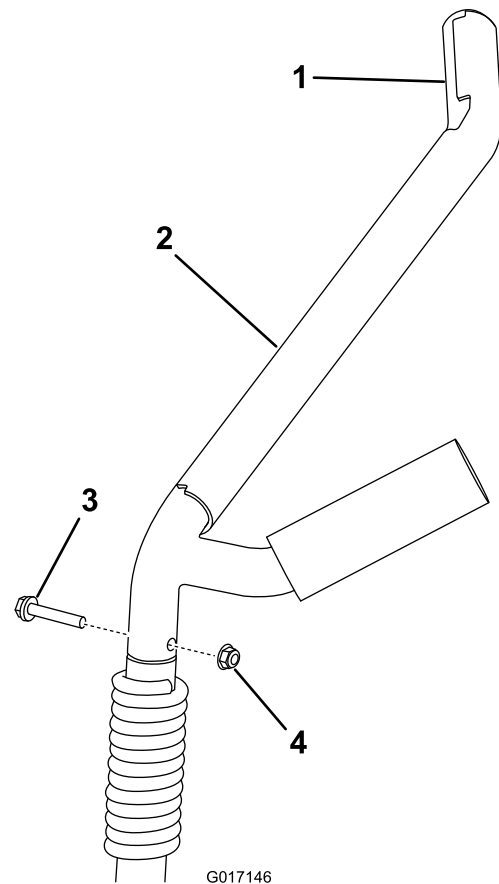

Bild 14
1. Entfernen Sie die Schraube und Mutter, um die zwei Auslegergabelarme abzunehmen (Bild 14).